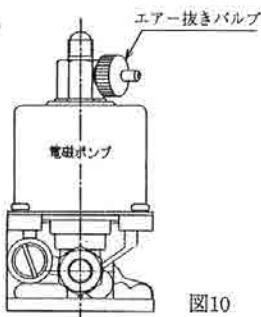

図10
- 図10の電磁ポンプのエア抜きバルブを開き、ポンプから泡の状態が無くなり油が勢いよく出るまでバーナーの断続運転を繰り返します。